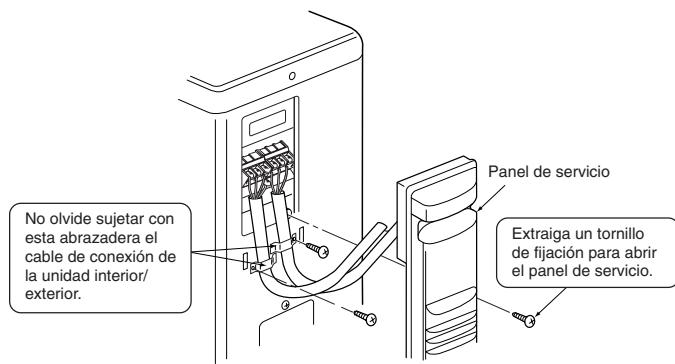

Fig. 7-5
7.3. Unidad exterior (Fig. 7-5)